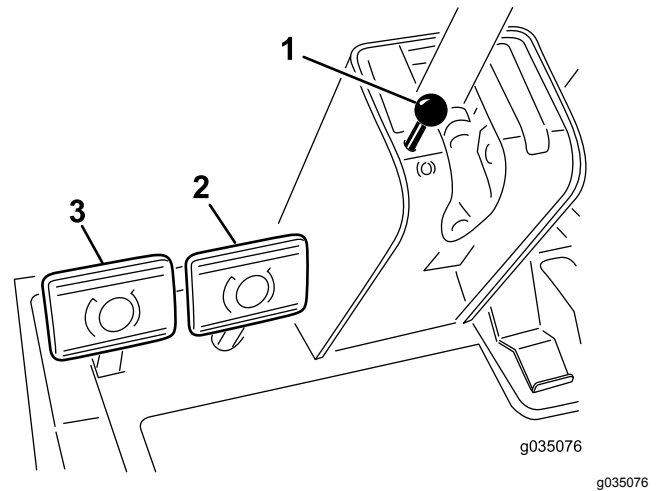
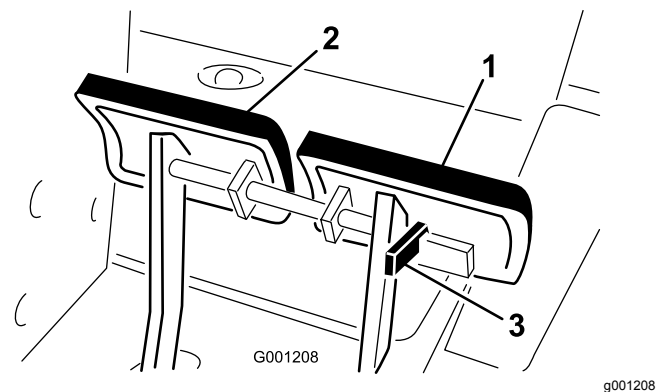

Figure 18
Figure 19
Les pédales de frein gauche et droite (Figure 18) sont reliées aux roues avant gauche et droite. Comme les freins fonctionnent indépendamment l'un de l'autre, ils peuvent servir à prendre des virages serrés ou à augmenter la traction si une roue a tendance à patiner sur certaines pentes. Toutefois, vous pouvez endommager l'herbe tendre ou humide si vous utilisez les freins pour braquer. Pour arrêter rapidement la machine, appuyez sur les deux pédales de frein simultanément. Verrouillez toujours les freins ensemble si vous transportez la machine (Figure 19).
Chaque fois que vous coupez le moteur, serrez le frein de stationnement pour éviter tout déplacement accidentel de la machine. Pour serrer le frein de stationnement, poussez le bras de verrouillage (Figure 19).
19) sur la pédale de frein gauche pour la verrouiller avec la pédale de droite. Enfoncez ensuite les deux pédales à fond et tirez sur le bouton du frein de stationnement (Figure 18), puis relâchez les pédales. Pour desserrer le frein de stationnement, appuyez sur les deux pédales jusqu'à ce que le bouton se rétracte. Avant de démarrer le moteur, désengagez le bras de verrouillage de la pédale de gauche, pour permettre aux deux pédales de fonctionner indépendamment l'une de l'autre.